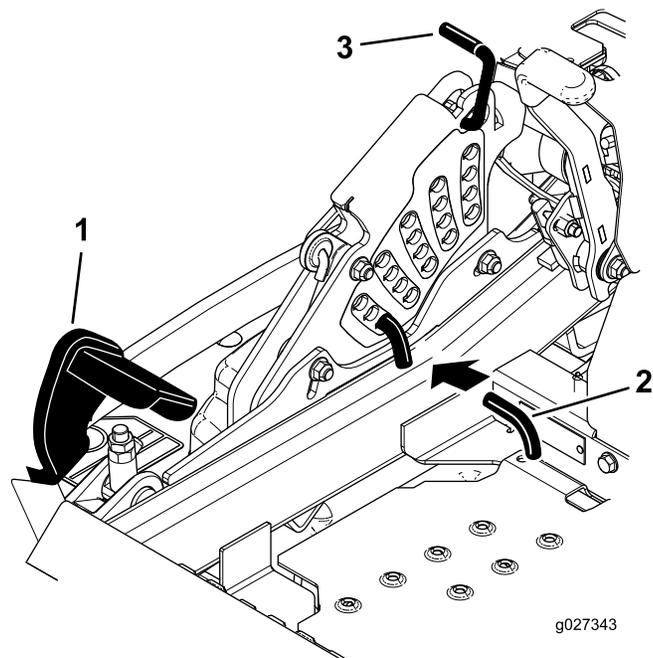

Figure 90
5. Enfoncez la pédale de relevage du tablier de coupe au maximum pour verrouiller le tablier à la position de transport de 14 cm (5½ po) (Figure 90).